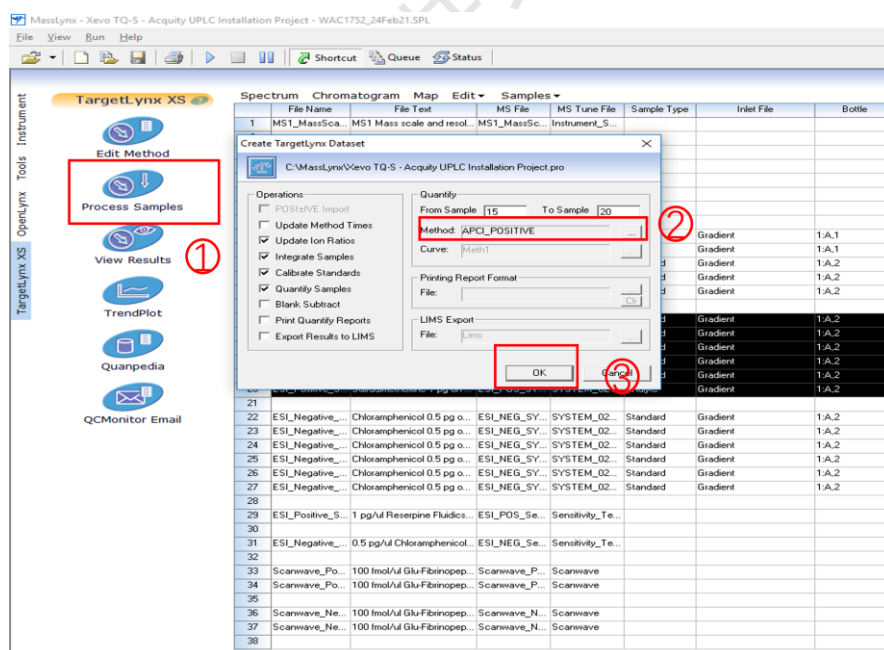

图 6-52
- e. 选中要处理的标准品及样品，点击 **Process Samples**—调出编辑好的处理方法—点击 OK（图 6-52）。